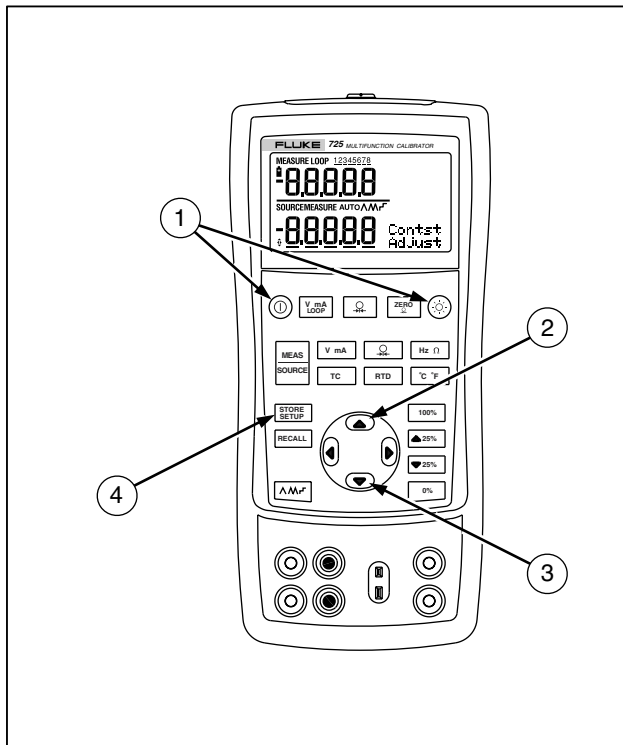

图 6. 调整对比度
1. 按  $\text{V mA}$  键及  $\text{0\%}$  键，直到显示“对比度调整”，如图 6 所示。